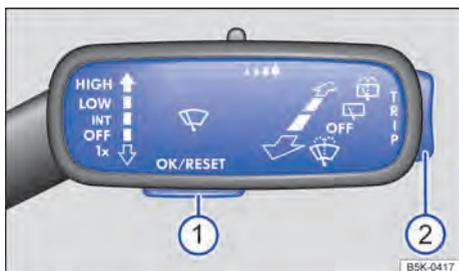

Fig. 58 À direita na coluna de direção: botões na alavanca dos limpadores dos vidros (veículos sem volante multifunções).
- Caso uma mensagem ou o pictograma do veículo sejam exibidos, pressionar o botão → Fig. 58 ① na alavanca dos limpadores dos vidros, mais de uma vez, se for o caso.
Para exibição do menu de seleção → Página 64 ou para voltar de um menu ou de uma exibição de informação para o menu de seleção, manter pressionada a chave → Fig. 58 ② até que o menu de seleção seja exibido. Para navegar por meio do menu de seleção, pressionar o seletor para cima ou para baixo.
Para acessar o menu exibido no menu de seleção ou a exibição de informação, pressionar o botão → Fig. 58 ① ou aguardar até que o menu ou a exibição de informação abra sozinho após alguns segundos.
- No menu exibido, pressionar a parte de cima ou de baixo da chave → Fig. 58 ② da alavanca dos limpadores dos vidros até que o item de menu desejado esteja marcado. A marca é indicada dentro de uma moldura.
- Realizar a alteração desejada pressionando o botão → Fig. 58 ①. Um “sinal de visto” identifica a ativação da função ou do sistema.